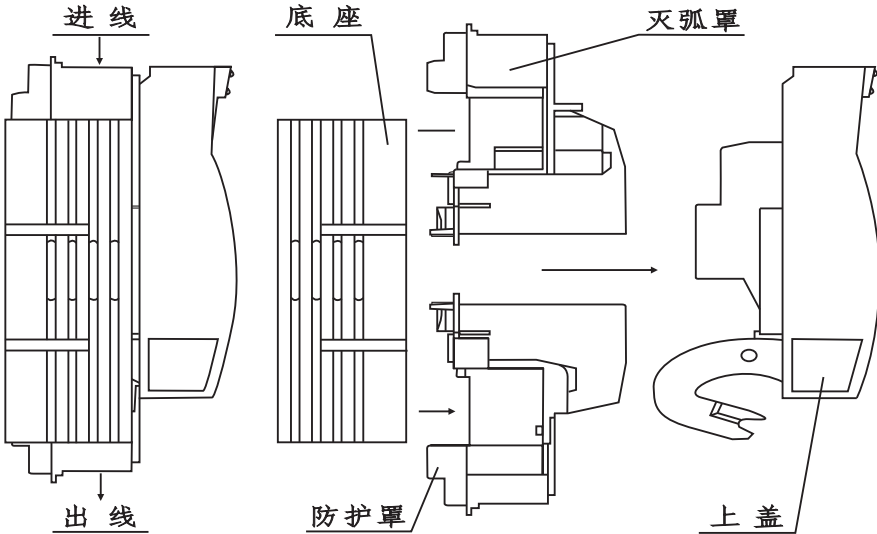

图3: 开关安装示意图
- 1、如图3所示：开关应垂直安装，上端进线下端出线，安装时需将上盖、灭弧罩、防护罩依次撤出，再将开关底座固定在安装板(固定安装式)上或挂接在母线槽(母线挂接式)上，然后重新装上防护罩、灭弧罩、上盖。